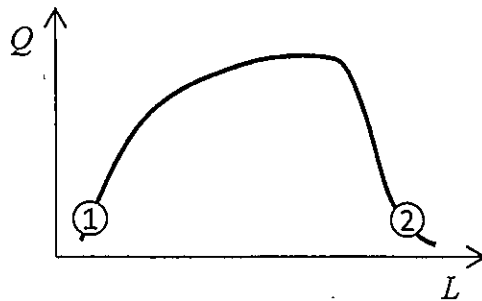

図 1-3
(2) 流路内の速度場と温度場が未発達である場合も含めて考える。流路の入口と出口の圧力差 ΔP を一定に保ったまま L を変化させた場合、単位時間あたりの総伝熱量 Q は図 1-3 に示すように L に対して極大値をとる。なお、 L に伴って流量が変化することに注意すること。
1. 流路内の流れは、図 1-3 中の①において速度・温度境界層の厚さが H に比べて十分に小さい境界層流れとなり、②において速度・温度場が完全に発達した流れとなる。①と②の間で Q が極大値をとる理由を説明せよ。
2. 密度、粘性係数、比熱が水と同じであり、熱拡散率（温度伝導率）が水よりも大きい流体を用いた場合、図 1-3 の曲線が①と②においてどのように変化するか、理由も含めて説明せよ。